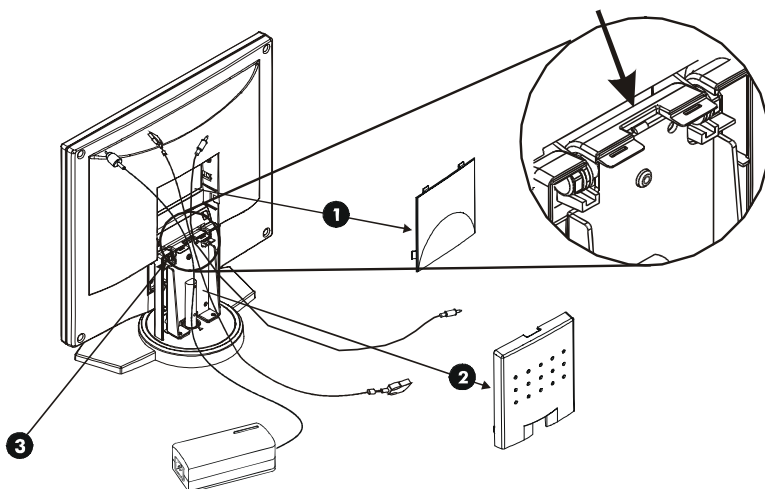

Figure 1-3
3. Placez le câble de signal, le câble d'alimentation et le câble audio dans les rainures correspondantes (cf. Figure 1-3)